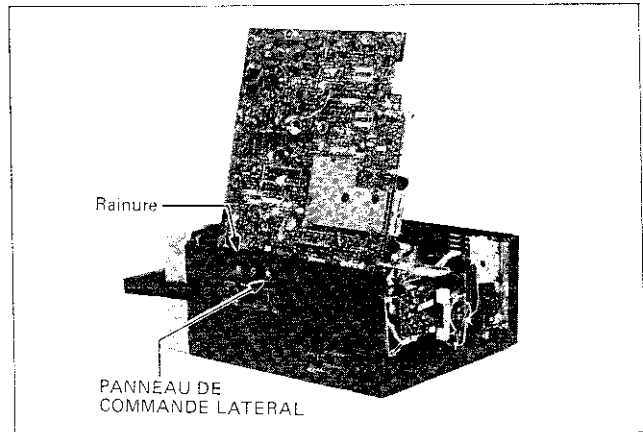

Fig. 2-2
2. Après avoir relevé et tiré la plaque à circuits imprimés du téléviseur couleur et le panneau de commande latéral, retourner l'appareil de la façon indiquée sur la figure 2-2.
3. Placer l'appareil dans une rainure du panneau de commande comme illustré sur la figure 2-2.